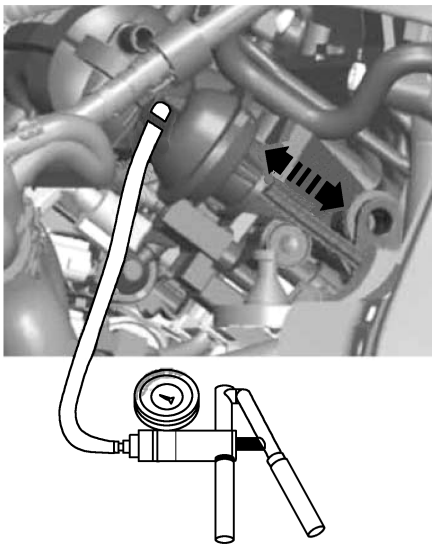

图 2-7-5 检查真空定位元件
8) 操纵手动真空泵数次, 真空定位元件必须沿箭头方向移动。如果真空元件不移动, 则更换真空定位元件, 如图 2-7-5 所示。